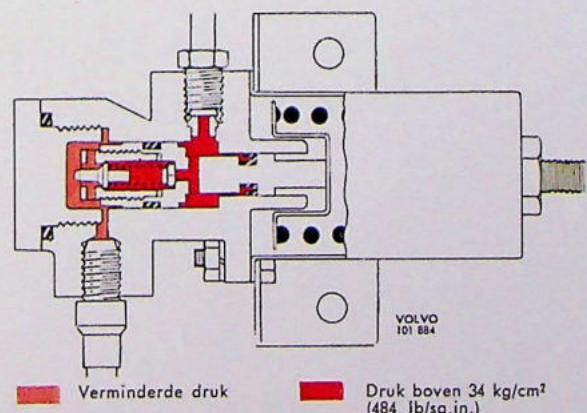

Fig. 5-36. Reducerende werking
remcilinder en voorwielcilinders beweegt de hydraulische kracht in cilinder (6) de zuiger naar links, zodat de klepsteel weer tegen zijn aanslag komt en de klep opent, wat tot gevolg heeft, dat de druk in cilinder (3) toeneemt. Als gevolg van de grotere drukoppervlakte in deze cilinder gaat de zuiger weer naar rechts en sluit de klep. Op deze wijze neemt de zuiger een evenwichtsstand in en zal de uitgaande druk van de remkrachtverdeler lager zijn dan de ingaande druk; zie Fig. 5-36. Het verschil in deze drukken wordt bepaald door de verschillende oppervlakten en de veerspanning.